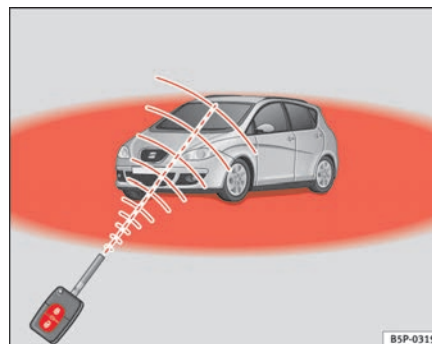

Fig. 64 Radio de acción del mando a distancia por radiofrecuencia
- El mando a distancia por radiofrecuencia funciona únicamente dentro de su radio de acción ⇒ **página 106, fig. 64** (zona roja).